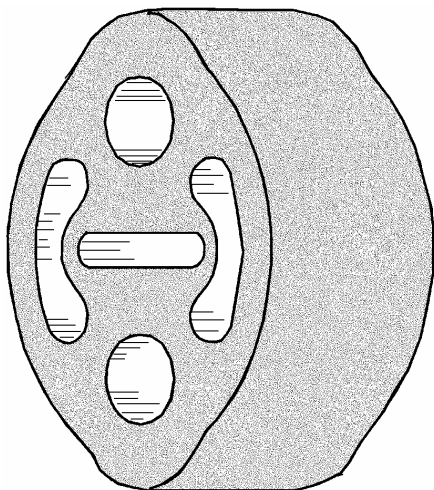

Рис. 8. Амортизатор,
9) перед установкой амортизаторов (рис. 8) подвески резонатора и глушителя произвести их осмотр.